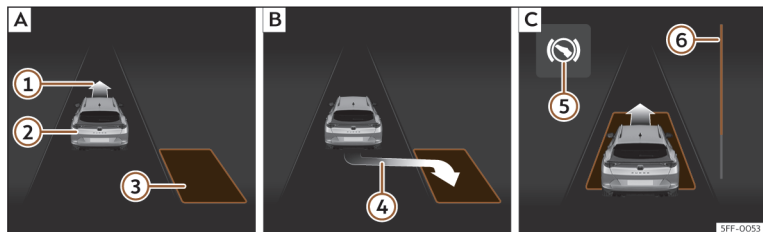
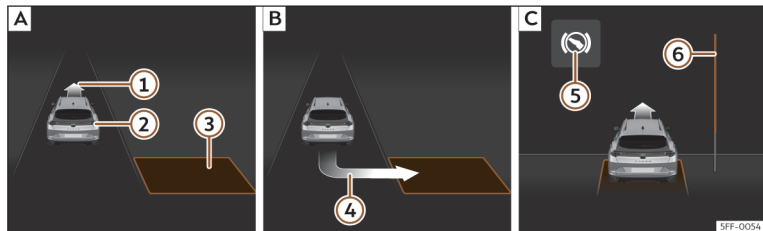

Fig. 152 No ecrã do painel de instrumentos: estacionar em paralelo. **[A]**: Procurar um lugar de estacionamento. **[B]**: Posição para estacionar. **[C]**: Manobrar.
Fig. 153 No ecrã do painel de instrumentos: estacionar em espinha. **[A]**: Procurar um lugar de estacionamento. **[B]**: Posição para estacionar. **[C]**: Manobrar.
para estacionar >>> **Fig. 152 [B]** ou >>> **Fig. 153 [B]**. O lugar foi considerado “apropriado” se no ecrã do painel de instrumentos aparecer a indicação de estacionar **(4)**.
- Retroceda até o sinal contínuo do ParkPilot soar; **OU:** retroceda até aparecer a indicação de marcha à frente no ecrã do painel de instrumentos >>> **Fig. 152**  ou >>> **Fig. 153** ; **OU:** retroceda até aparecer a mensagem **Park Assist finalizado** no ecrã do painel de instrumentos. A barra de progresso  indica a distância a percorrer.
- Faça marcha à frente até soar o sinal contínuo do ParkPilot; **OU:** faça marcha à frente até aparecer a indicação de fazer marcha-atrás no ecrã do painel de instrumentos. O sistema de estacionamento assistido manobra o veículo em frente e em marcha-atrás até centrá-lo no lugar >>> **Fig. 152**  ou >>> **Fig. 153** .
A barra de progresso >>> **Fig. 152**  e
>>> **Fig. 153**  mostra simbolicamente no ecrã do painel de instrumentos a distância relativa que ainda falta percorrer. Quanto maior for a distância, mais cheia está a barra de progresso. Ao circular em marcha à frente, o conteúdo da barra de progresso diminui para cima, e ao circular marcha-atrás, diminui para baixo.